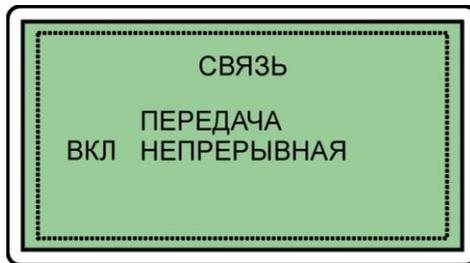

Рис. 6.11 Меню связи с персональным компьютером
**6.13.5.6** Кнопками "↑", "↓" установить курсор на строку "СВЯЗЬ" и нажать кнопку "↵" ВВОД, при этом на дисплее дефектоскопа появится меню связи с персональным компьютером (рис. 6.11).
**6.13.6.5** Кнопками "↑", "↓" установить курсор на строку "НЕПРЕРЫВНАЯ" (рис. 6.11).
**6.13.6.10** Для отключения режима непрерывной передачи данных в меню связи с персональным компьютером (рис. 6.11) установить состояние непрерывной передачи "ВЫКЛ" – выключено.